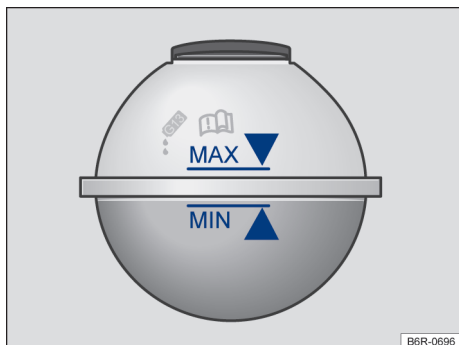

Fig. 131 No compartimento do motor: marcação no reservatório de expansão do líquido de arrefecimento do motor.
- Com o motor frio, verificar o nível do líquido de arrefecimento do motor pela marcação lateral do reservatório → Fig. 131.
- O nível do líquido de arrefecimento do motor deve permanecer dentro da marcação do reservatório → Fig. 131. **Não completar acima da marca "MAX"** → ⓘ!
- Completar com líquido de arrefecimento do motor somente até a marca "MAX" → Fig. 131. Caso contrário, ao aquecer-se, o líquido excedente será expulso do sistema de arrefecimento do motor e poderá causar danos.